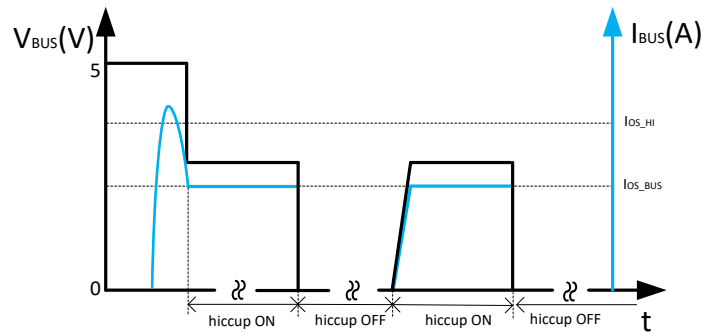

図 10-7. バス過電流保護：2 レベル電流制限
- 3 つ目の状態は、負荷電流が I_{OS_HI} 設定以上に増加した場合です。この場合、高速ターンオフは負荷によってトリガされず、USB パワー・スイッチの電流制限スレッシュホールドはすぐに 1 次側電流制限 I_{OS_BUS} に設定が戻ります。それでもまだ負荷によって I_{OS_BUS} 以上の電流が要求されると、図 10-7 に示すように、USB 出力電圧は $I_{OS_BUS} \times R_{LOAD}$ (抵抗性負荷) まで低下します。過電流制限状態が 4.1ms 以上続くと、対応の USB チャンネルは、オフ時間 524ms、オン時間 4.1ms のヒカップ・モードに入ります。他の USB チャンネルは正常に動作します。